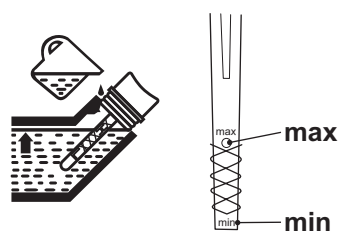

Fig. 13
- > Vérifiez régulièrement le niveau d'huile lors du remplissage. Essayez la jauge d'huile ; remontez et serrez le bouchon de remplissage et puis l'enlevez à nouveau. Le niveau d'huile doit être entre les marquages « mini » et « maxi ». Rajoutez de l'huile si nécessaire. Ne remplissez pas trop le réservoir (Fig. 13).